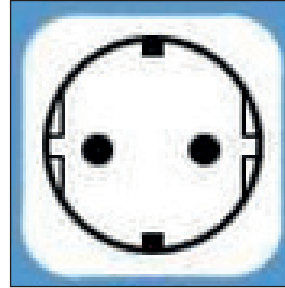
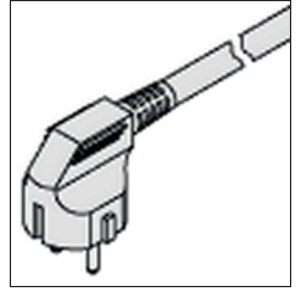

fig. 66 - Schukostecker
fig. 67 - Stecker des Geräts
- 1) Die Umwälzpumpe (Teil 16) muss an die Klemme CN26 der Hauptplatine angeschlossen werden (siehe „Abb. 67 – Schaltplan des Geräts“ auf Seite 54).
Das Gerät ist mit einem Netzkabel mit Schukostecker zum Anschluss an das Stromnetz über eine geeignete Steckdose ausgestattet (fig. 66 und fig. 67).